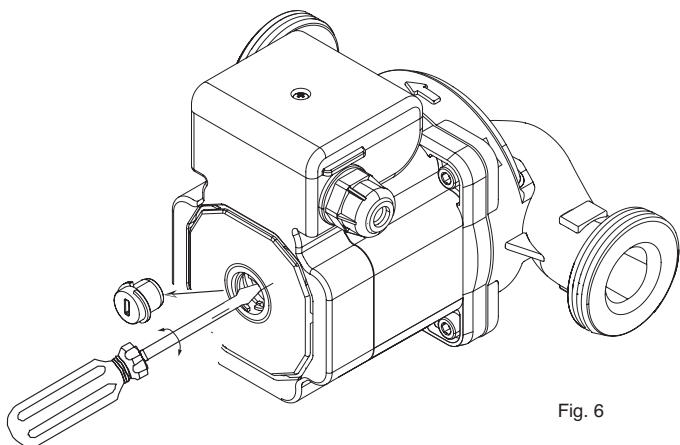

Fig. 6
- Sacar el tapón de purga y girar el eje bomba con un destornillador (fig.6);
Si la bomba permanece inactiva por largo período de tiempo, antes de poner en marcha el motor, controlar que el eje no está bloqueado por incrustaciones, o por otras causas (fig.6).
- открутить выпускную заглушку и повернуть вал насоса с помощью отвертки (рис. 6);
Перед включением двигателя после простоя убедитесь в том, что вал не заблокирован наростами или по другим причинам (рис. 6).